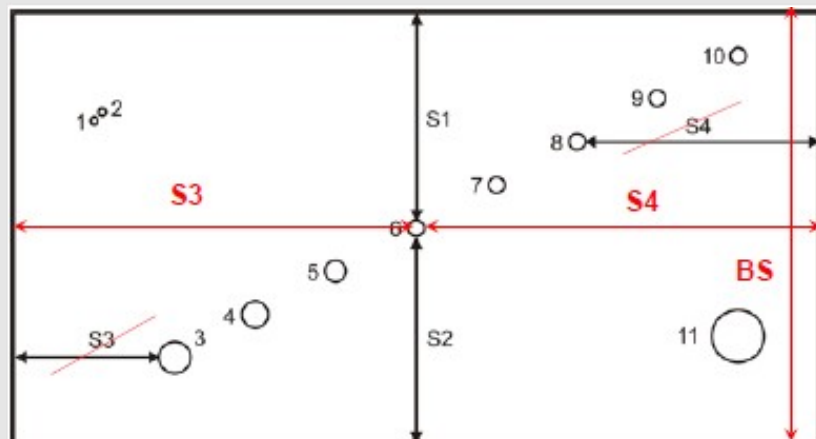

Рис. 3: Схема исследуемого блока с указанием дефектов и измеряемых расстояний
По измеренным расстояниям (рис. 3) размер отверстия рассчитывается по формуле (2):
где BS - это размер исследуемого блока, как показано на рис. 3.